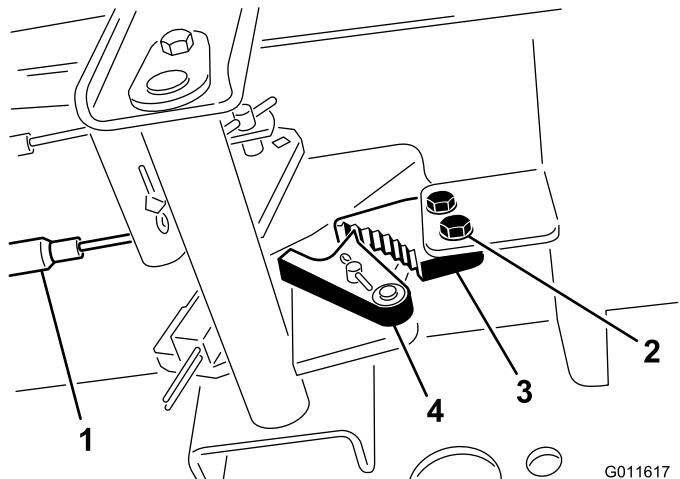

図 44
1. 駐車ブレーキのツメをフレームに固定しているネジ2本をゆるめる(図44)。
2. ブレーキのツメが戻り止めに完全に掛かるまで駐車ブレーキペダルを前に踏み込む(図44)。